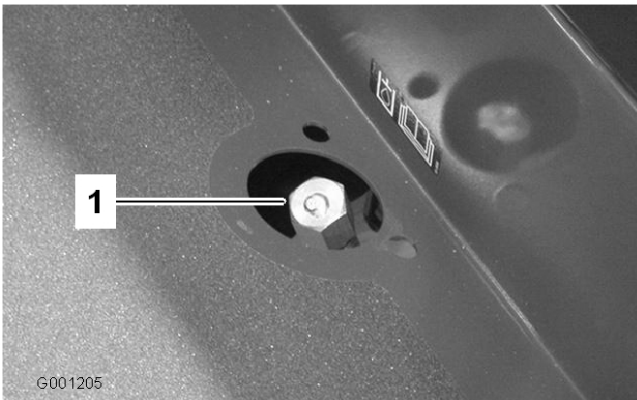

Figura 24
2. Retire a tampa da vareta (Figura 24) do tubo de enchimento e limpe-a com um pano limpo. Volte a colocar a tampa da vareta no tubo de enchimento, apertando-a com os dedos; depois, retire a vareta e verifique o nível de fluido. Se o nível for inferior a 13 mm da ranhura da vareta, adicione óleo suficiente para